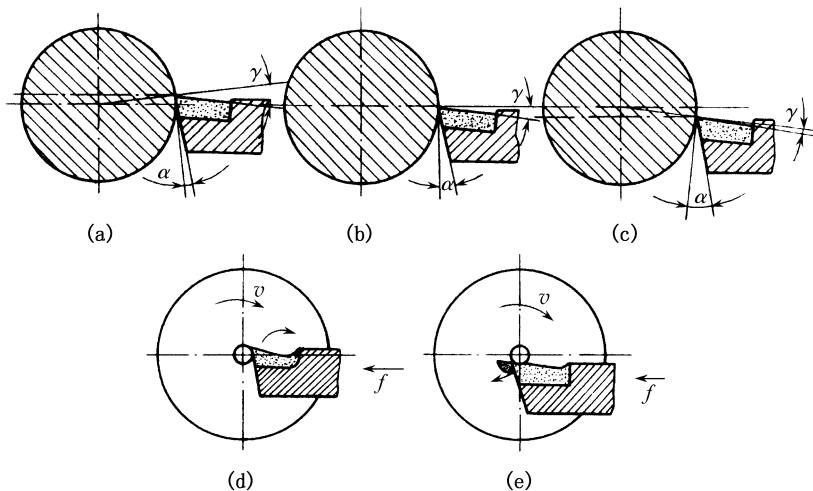

图3-13 车刀刀尖不对准工件中心的后果
(2) 车刀刀尖应与工件中心等高 (图 3-13 (b))。车刀刀尖高于工件轴线 (图 3-13 (a)) 会使车刀的实际后角减小, 车刀后面与工件之间的摩擦增大。车刀刀尖低于工件轴
线（图3-13（c））会使车刀的实际前角减小，切削阻力增大。刀尖不对中心，在车至端面中心时会留有凸头（图3-13（d））。使用硬质合金车刀时，若忽视此点，车到中心处会使刀尖崩碎（图3-13（e））。